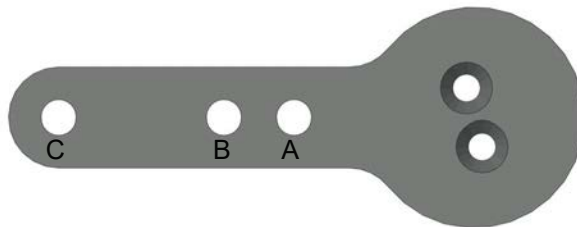
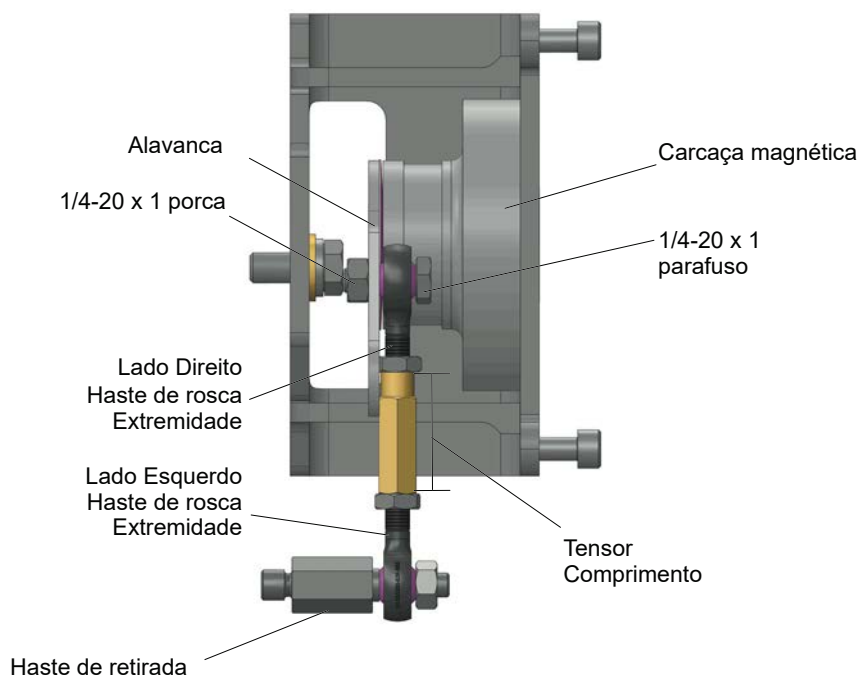

Figura 12 - Alavanca para o Acionador Multispring Modelo 87/88
Figura 13 - Ligação Alternativa
4. Selecione o furo de montagem A, B, C ou D para o curso da válvula. Por exemplo, o furo B é mostrado na figura 12 para um acionador tamanho 10 com curso de 1,0".
6. Aplique Loctite® e rosqueie a haste de decolagem no conector da haste do acionador (Figura 13). Certifique-se de que o ponteiro de deslocamento localizado no acoplamento está posicionado corretamente.
7. Fixe a extremidade direita da haste rosqueada à alavanca usando um parafuso de 1/4 - 20 x 0,75 "" e uma porca conforme mostrado na figura 13. A posição do orifício da alavanca a ser usada depende do curso específico da válvula. Consulte a Figura 12 e a Seleção de ligação da válvula alternativa, Tabela 3 na página 31.
9. Prenda o conjunto do invólucro do ímã, incluindo a alavanca e a extremidade direita da haste, ao suporte com quatro parafusos de cabeça chata M5 X 10 mm usando uma chave sextavada de 5 mm (Figura 13).
11. Passe o tensor na extremidade da haste rosqueada à esquerda. Consulte a Figura 13.